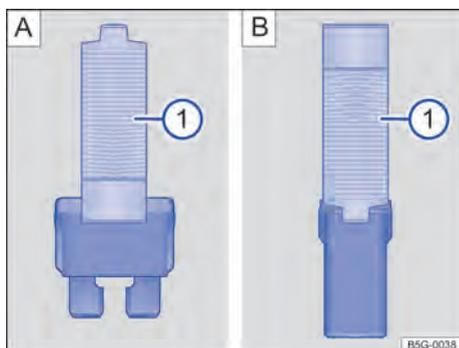

Fig. 244 Retirar ou colocar o fusível com a pinça de plástico: **A** fusível plano, **B** fusível de bloqueio.
- De acordo com a versão do fusível, colocar as garras adequadas da pinça de plástico → Fig. 244 **A** ① ou Fig. 244 **B** ① lateralmente no fusível.